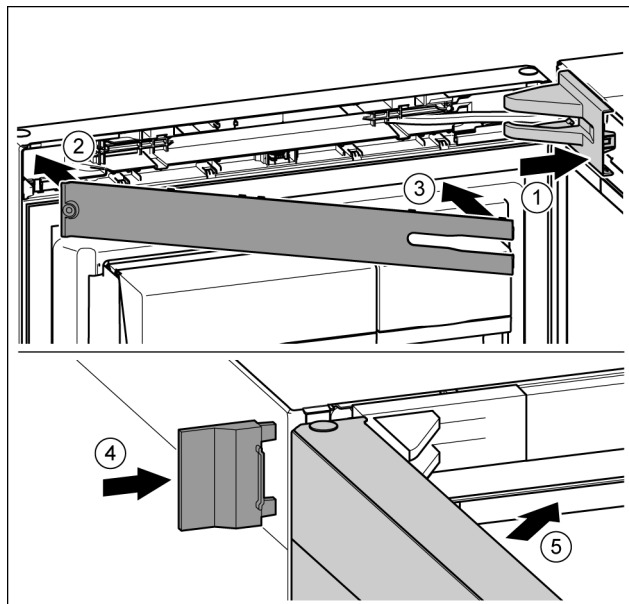

Fig. 23
- ▶ 放上并插入托架盖, 如有必要小心地按压分开。 Fig. 23 (1)
- ▶ 盖上隔板。 Fig. 23 (2)
- ▶ 转入隔板并卡入到位。 Fig. 23 (3)
- ▶ 插入外盖。 Fig. 23 (4)
- ▶ 关闭冰箱上方门。 Fig. 23 (5)